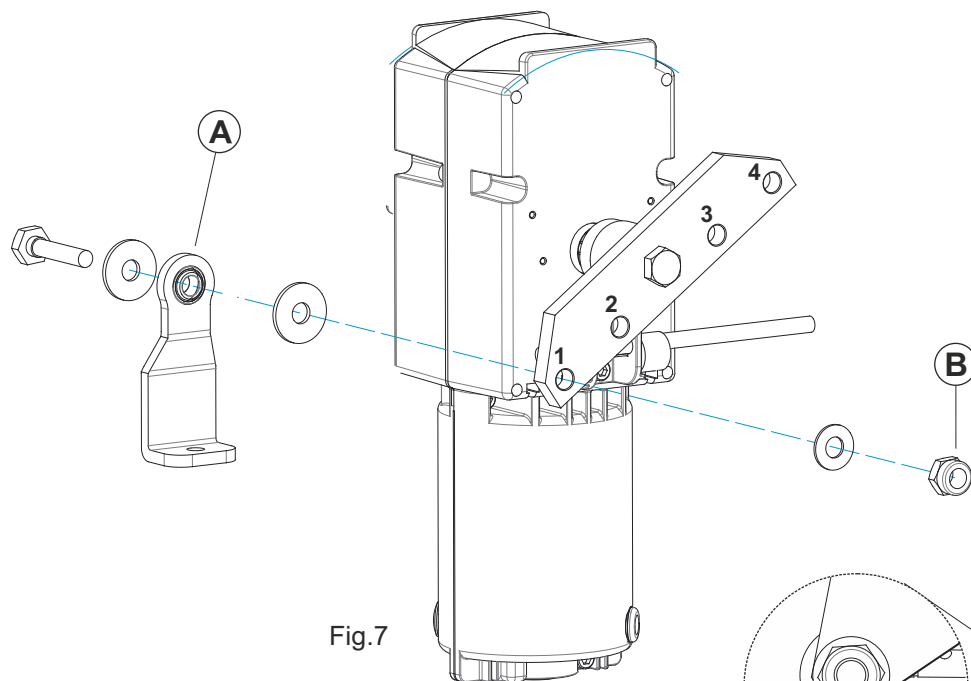

Fig.7
- Fijar el estribo para la fijación del resorte (A) en el balancín como se muestra en Fig. 7
- Apretar el dado (B) con fuerza de 40Nm